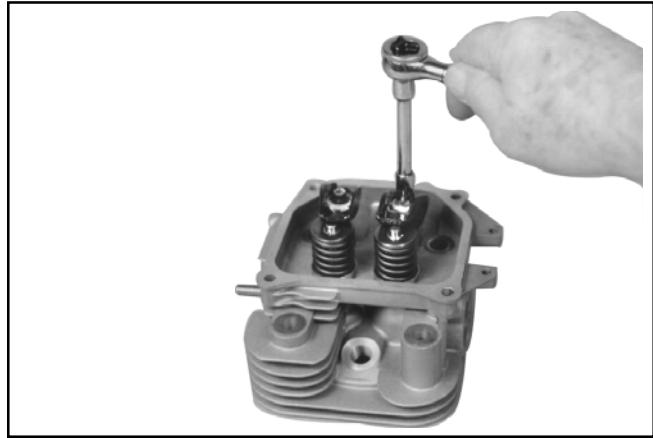

Figura 9-39. Rimozione del bilanciere.
1. Rimuovere le due viti esagonali, i perni dei bilancieri ed i bilancieri dalla testata. Vedere Figura 9-39.